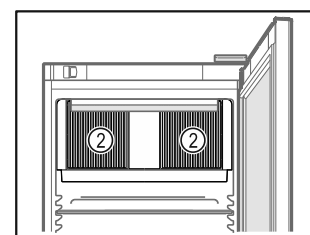

Fig. 62
- ❑ Ventilatiesleuf Fig. 62 (2) van de ventilator in de binnenruimte vrijhouden.